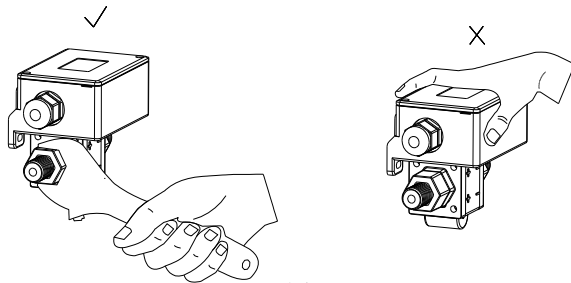

图 3
2. 做好正确的压力连接，要注意压差的“+”和“-”两端，不能错误连接。不能手握整个压差开关接线盒施加旋转扭力，应该使用扳手，按图 3 方式紧固压力连接。